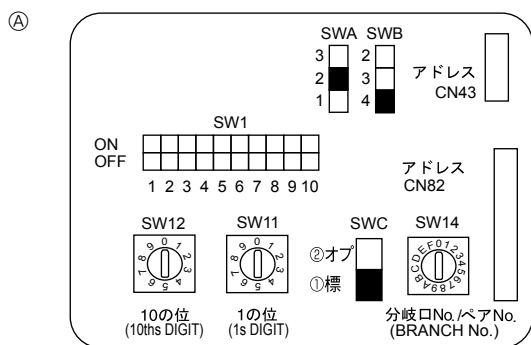

Fig. 4-4
4.5. Установка адресов (Fig. 4-4)
- ① Установка адресов
- ② Как установить номера отделений SW14 (Только для серии R2)
- (A) Адресный щит
4.6. Установка переключателей при высоком потолке или при изменении числа выходов воздуха (Fig. 4-4)
④	4 направления	2,7 м	3,2 м	4,5 м
③	3 направления	3,0 м	3,6 м	4,5 м
②	2 направления	3,3 м	4,0 м	4,5 м
4.7. Определение температуры в помещении встроенным датчиком пульта дистанционного управления (Fig. 4-4)